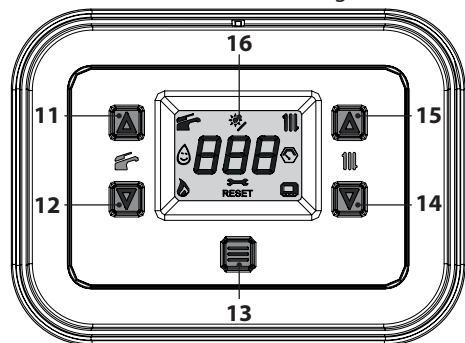
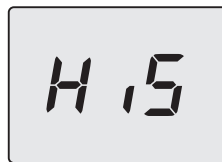

Figura 7.8
Figura 7.9
- Entrare in "modalità programmazione" premendo contemporaneamente per 5 secondi i tasti 12 e 14 (Figura 7.8) fino a far apparire sul display LCD le lettere **HiS** che indicano il menu "Storico delle caldaia" (Figura 7.9).
- Premere il tasto 13 (Figura 7.8) fino a far apparire sul display LCD le lettere **StF** (Start Full) (Figura 7.11).
- tenere premuti contemporaneamente i tasti 12 e 14 per 1 sec. (Figura 7.8) (ritorno al livel-